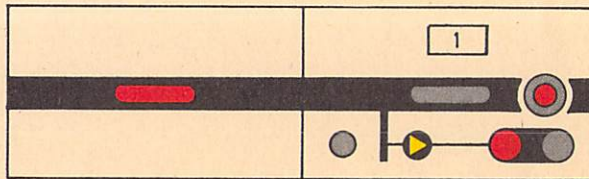

Bild 7
- (8) Das Ersatzsignal eines Selbstblocksignals wird durch Bedienen der Ersatzsignalgruppentaste und der Signaltaste gestellt. Dies ist nur möglich, wenn der Blockabschnitt vor dem Signal besetzt ist. Der Ersatzsignalmelder leuchtet gelb (vgl. Bild 7).